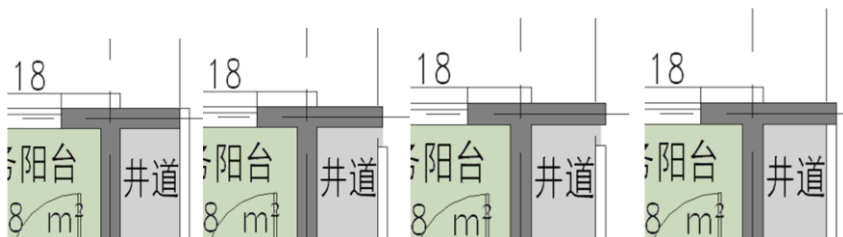

图 4-64
**【注意】**在墙体绘制过程中，可能会出现下图 1 中的情况，可通过拖动墙端点来进行墙体端部交接形式的编辑，具体操作步骤（如图 4-64 所示）。